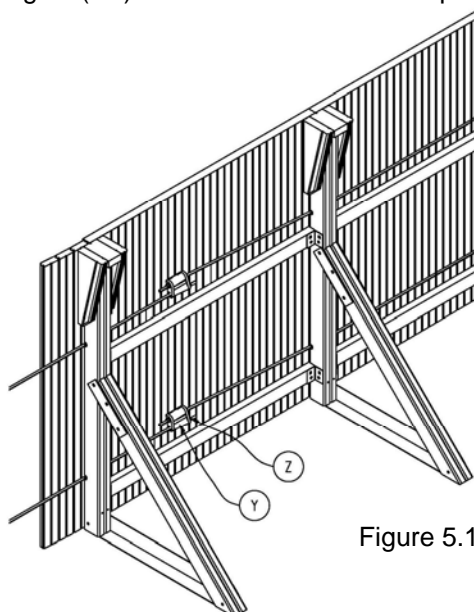

Figure 5.1
Pour les sections rondes, installez les 2 câbles (W) en les fixant à l'aide des clips de câble (M) et des vis (AE). Il y a trois trous pré-perforés à cet effet sur la gauche de chaque panneau flexible (Figure 5.1).